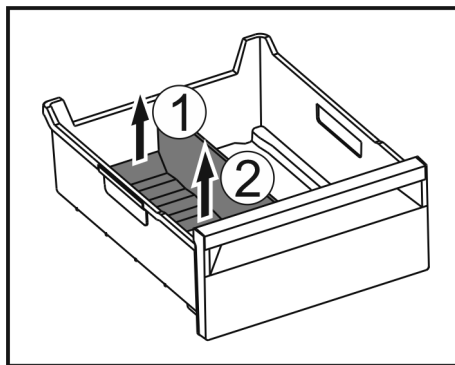

Fig. 113
- Hinteren Teil des Eisfach-Trenners anheben. Fig. 113 (1)
- Eisfach-Trenner nach oben entnehmen. Fig. 113 (2)